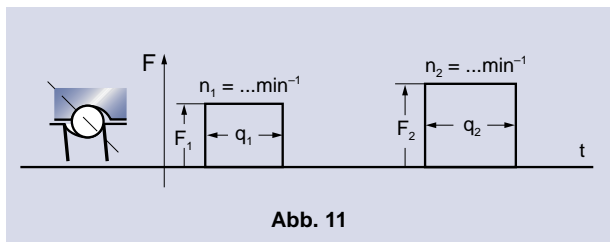

Abb. 11
Ca = Dynamische Tragzahl (N); Last kann in zwei Richtungen auf einen Kugelgewindetrieb wirken. Fm muß für beide Lastrichtungen bestimmt werden. Der größere Wert ist dann für die Berechnung von L einzusetzen. Weiterhin wird empfohlen, ein schematisches Diagramm nach Abb. 11 zu erstellen. Dabei ist zu beachten, daß jede Vorspannung eine Dauerbeanspruchung darstellt.
Nach Abb. 11 sind